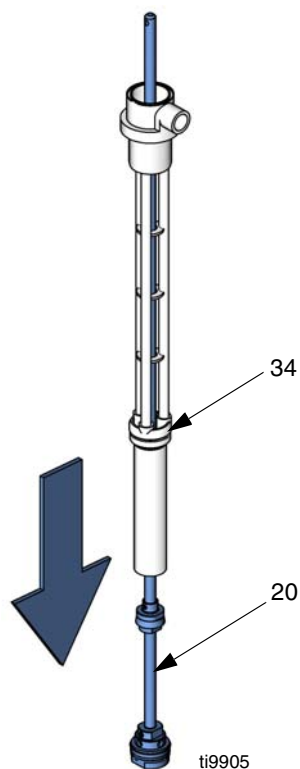

FIG. 20
7. Retirez l'arbre (20) du corps de pompe (34), vers le bas. Voir FIG. 20.